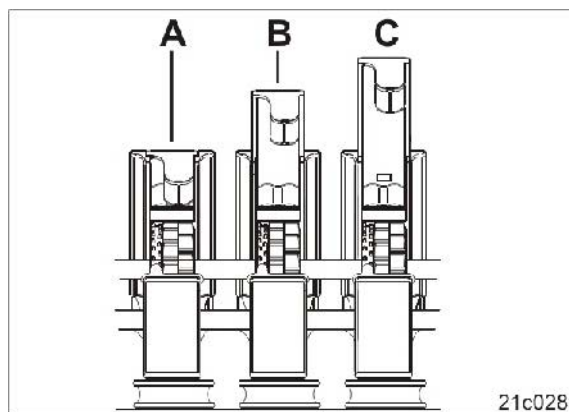

Рис. 111
2. Настройте заслонки (Рис. 111) при помощи таблицы «Параметры регулировки» (на стр. 115).
Заслонки (Рис. 111) фиксируются в одном из трех положений: